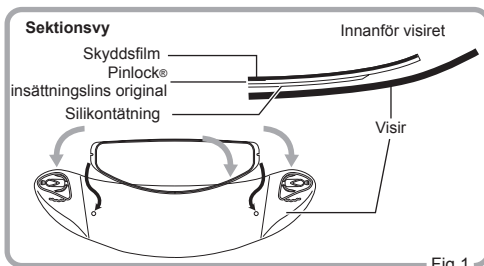

Fig.1
1. Sätt silikontätningssidan av Pinlock® insättningslins original på insidan av visiret, utan att dra av skyddsfilmen från linsen. Sätt sedan Pinlock® insättningslins original på insidan av visiret genom att klicka fast den i excentersprintarna. (Fig. 1 och 2)